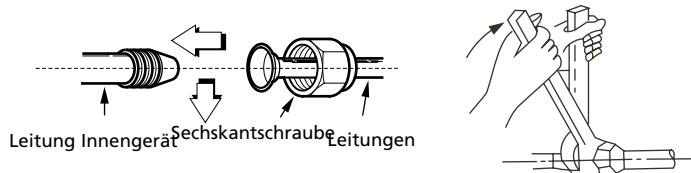

Abbildung 10
- Innengerät: Ziehen Sie die Stopfbuchsendichtung per Hand an der Leitung am Innengerät und anschließend mit einem Spanner oder einem Drehmomentschlüssel fest, wie in Abb. 10 dargestellt.
- Außengerät: Ziehen Sie die Stopfbuchsendichtung per Hand an den Anschlüssen an den Ventilen am Außengerät und anschließend mit einem Spanner oder einem Drehmomentschlüssel fest, wie in Abb. 10 dargestellt.